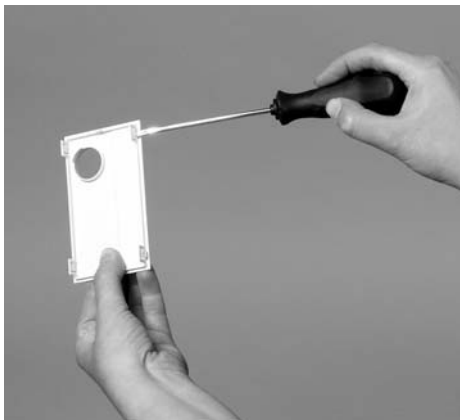

Fig.1 Kunststoff-Schaltblende mit Haltetaschen
- Kunststoff-Schaltblende von der Innenseite her aus der Vorderwand herausknipsen (Fig.1).